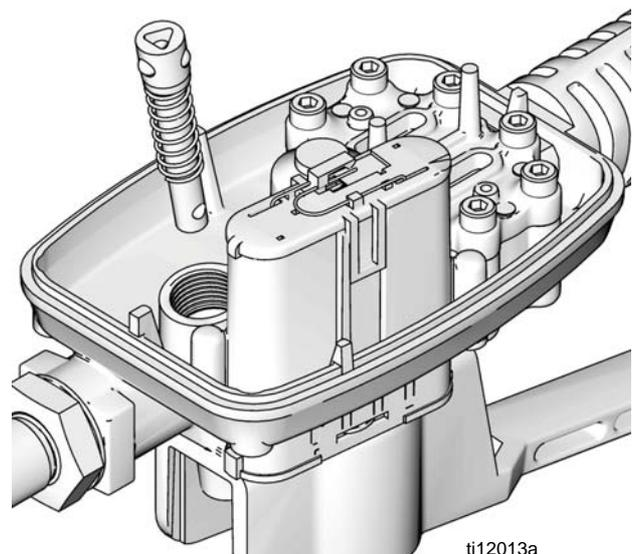

FIG. 25
- c. Asegúrese de que las 3 bolas estén instaladas en la varilla de disparo (FIG. 25).